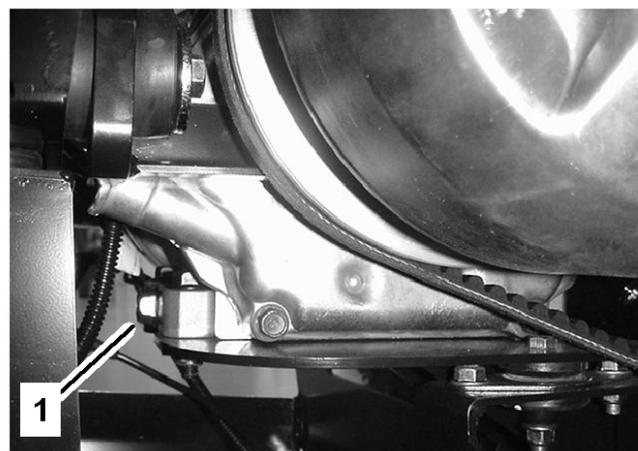

Figura 35
5. Retire o tampão de escoamento (Figura 35) e deixe o óleo escorrer para um recipiente adequado. Quando todo o óleo tiver escorrido, instale o tampão de escoamento e aperte-o com uma força de 17,6 Nm.